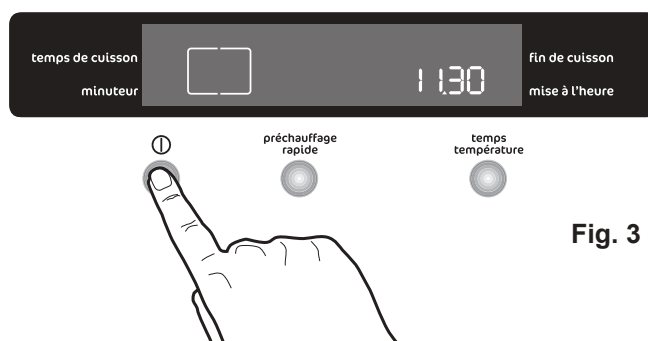

Fig. 3
Le four doit être mis en marche avant de régler tout programme ou fonction de cuisson. Quand la touche ① est pressée, l'éclairage du four s'allume et le symbole  apparaît sur l'écran (Fig. 3).